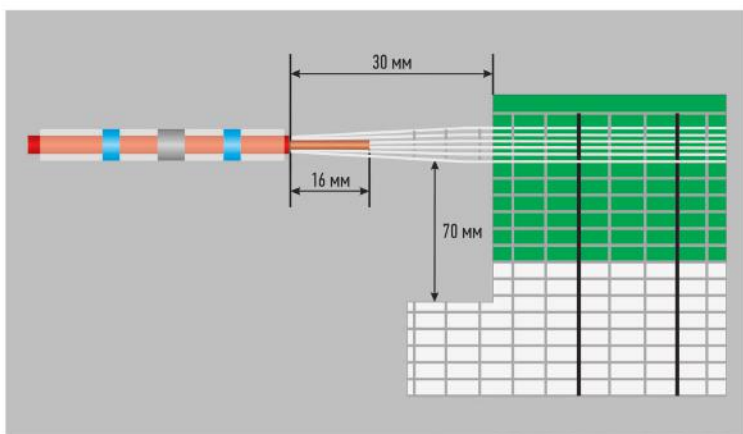

Рис. 9
5.4.15. Наденьте соединительную гильзу на провод. Оберните зачищенный медный провод серебряистой шиной (см. рис.9).